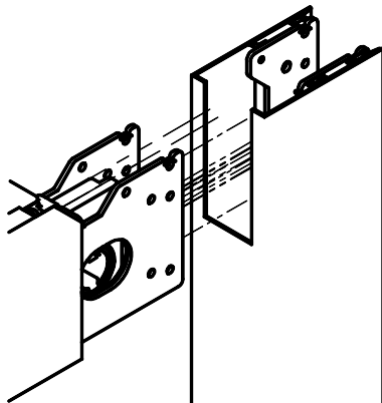

Bild 5.1
5.1. Die Führungsschiene ist mit dem vorderen Stützprofil durch Einschieben der Halterung der Führungsschiene in den inneren Würfel des Stützprofils (Bild 5.1) anhand von Schrauben M6x6St. (Bild 5.2) zu verbinden